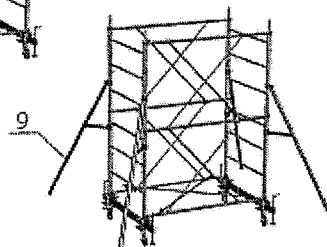

рис. 4
2.2.2.5. Установить на лестницы стабилизаторы (9) (рис. 4).